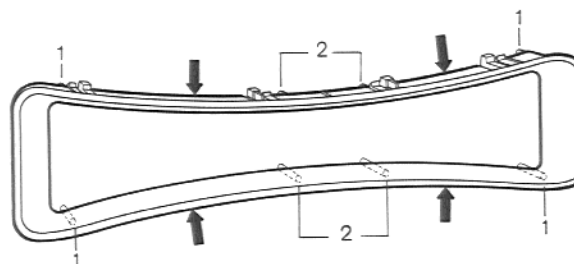

Fig. 3
3.1 Het frontplaatframe op de met pijlen aangegeven plaatsen met de hand samendrukken en vervolgens zodanig in de schakelkast plaatsen, dat de nokken (nr. 1, fig. 3) aan de zijanten in de boringen in de frontplaat vallen.
3.2 De middelste nokken (nr. 2, fig. 3) van het frame door het enigszins naar binnen draaien van het frame in de boringen plaatsen en vervolgens aandrukken.